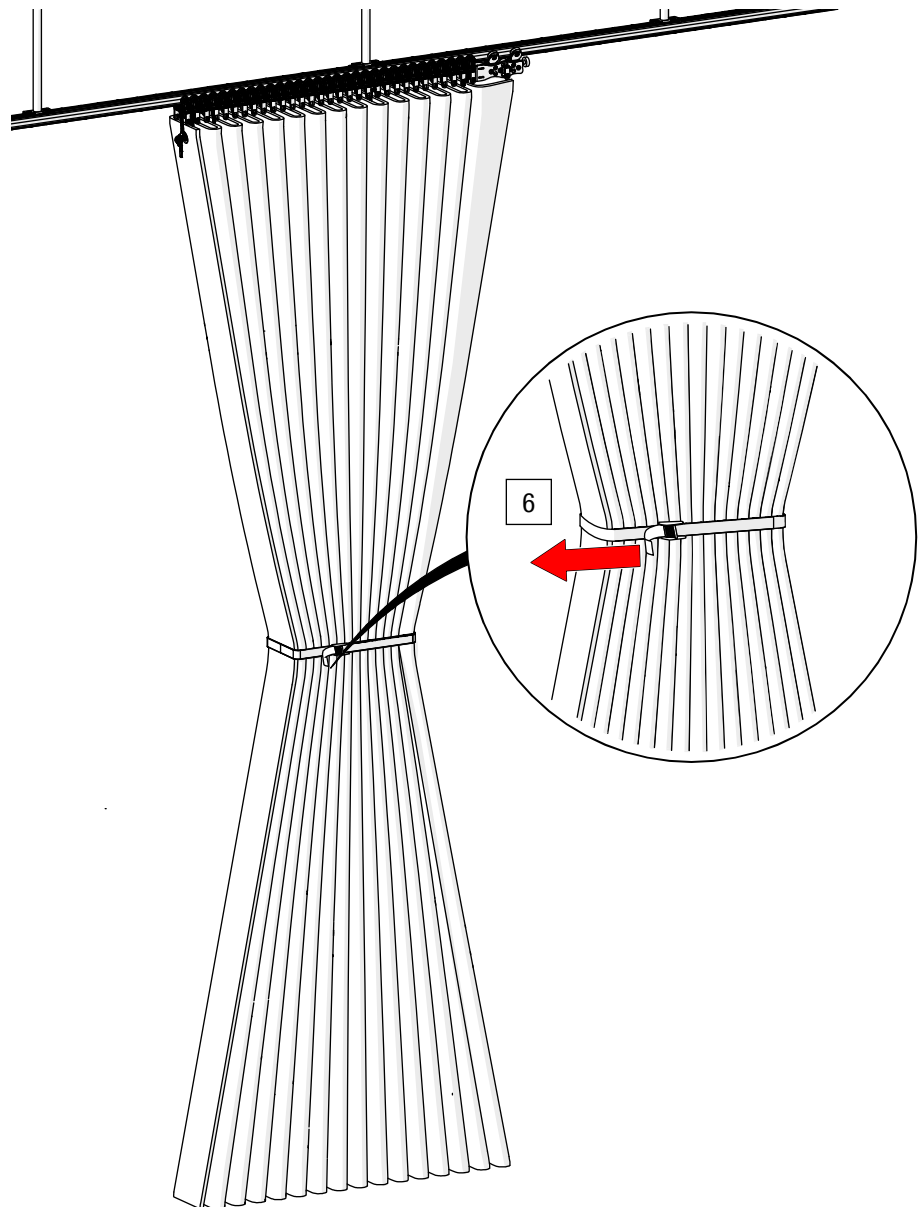

Abb. 107: Innenlagen – Gefaltet zusammenbinden
6. Legen Sie die Innenlagen in Falten und binden Sie diese mit einem Zurrurgurt zusammen (siehe Abb. 107).